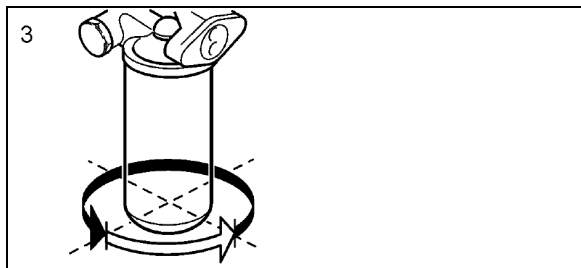

FIGURE 11 : REMPLACEMENT DU FILTRE À HUILE
- Remplir les nouveaux filtres à huile avec de l'huile à moteur homologuée. Selon la Figure 11, lubrifier aussi les joints de filtre avec de l'huile à moteur (1) fraîche. Serrer à la main les filtres à huile jusqu'à ce que les joints fassent contact avec le boîtier de filtre(2). Continuer à serrer à la main de 3/4 à 1 tour supplémentaire (3).